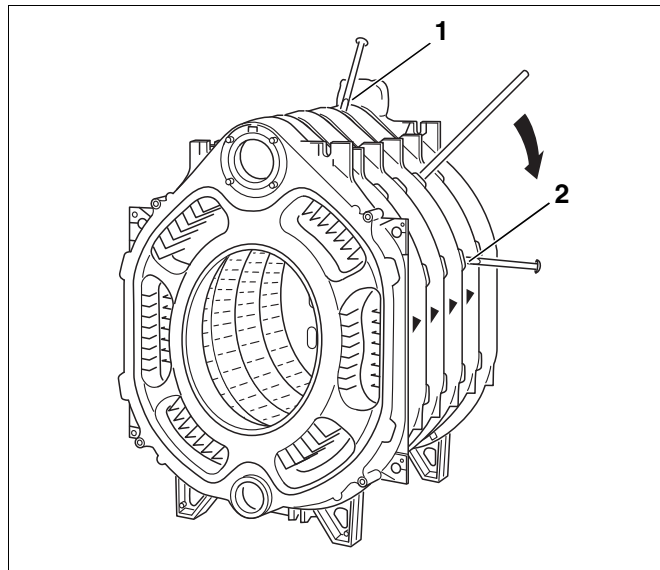

Рис. 22 Разъединение секций котла
- Вставив (забив) клинья или зубило сверху и снизу между секциями в предусмотренных местах (рис. 22, поз. 1 и 2), разобрать котел в месте утечки.